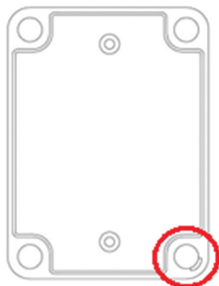

Figure 2
**Remarque :** Monter le boîtier avec le côté de la fente de la vis dans le coin inférieur droit, consulter la Figure 2)